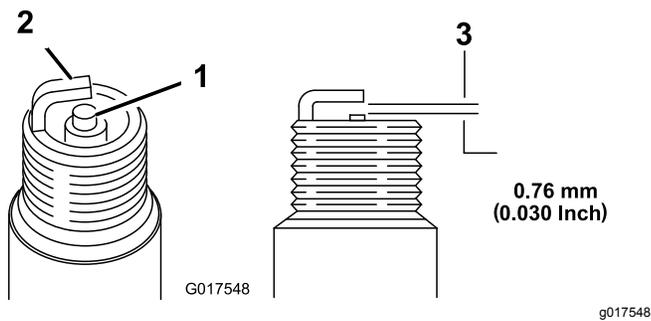

Рисунок 22
5. Установите в свече зазор, равный 0,76 мм (Рисунок 22).